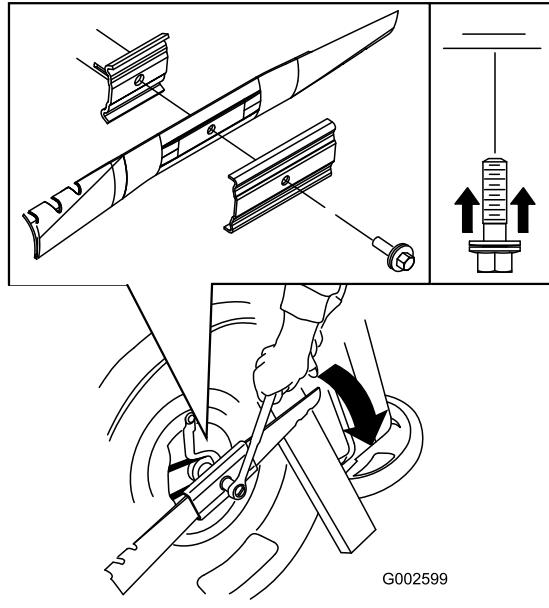

Bild 29
5. Installieren Sie ein neues Messer (drehen Sie die Messerschraube nach rechts) und alle Befestigungen (Bild 29).